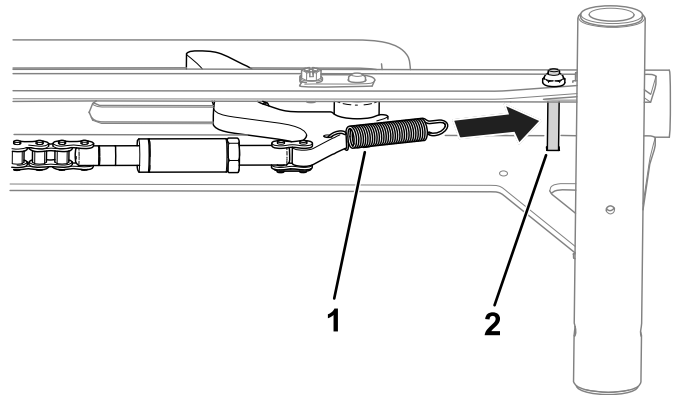

Figure 5
7. Accrochez le ressort à la butée de roue et au boulon à l'intérieur de la glissière (Figure 5).